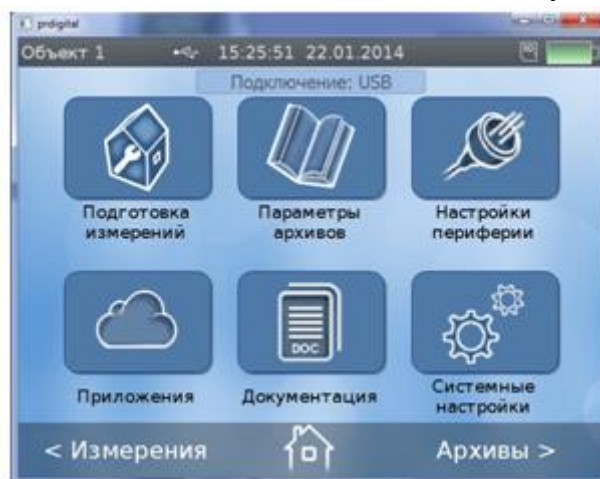

Рис.8. Основное окно программы «prdigital».
3.4.3. Подключите USB-выход расходомера к USB порту компьютера кабелем из комплекта поставки. На рабочем столе компьютере щелкните два раза левой кнопкой мышки по ярлыку «ПР Цифровой». На экране монитора появится основное окно программы (см. рис.8). Факт подключения к ПК по интерфейсу подтверждается надписью «**Подключение: USB**» над иконками основного меню программы.